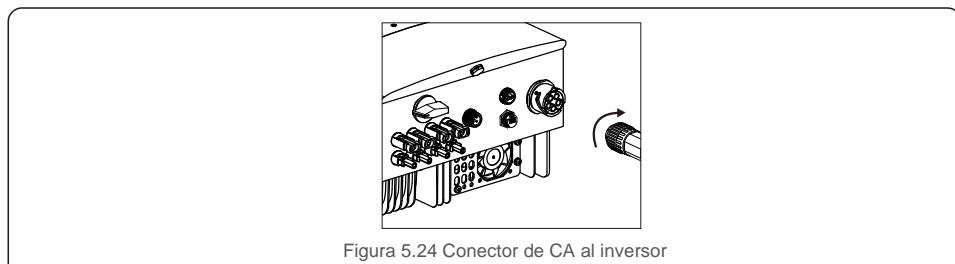

Figura 5.24 Conector de CA al inversor
C) Conecte el conector de CA con el inversor y apriete el conector de CA en el sentido de las agujas del reloj (consulte la figura 5.24) hasta que escuche un ligero clic, que indica que la conexión se realizó correctamente.